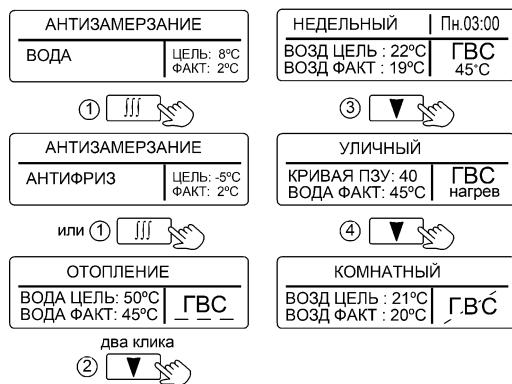
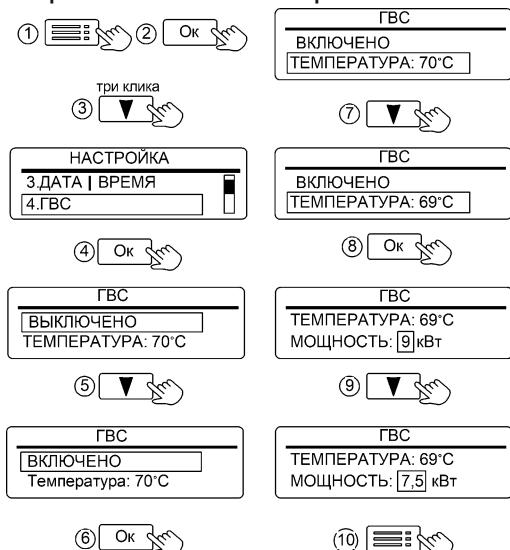
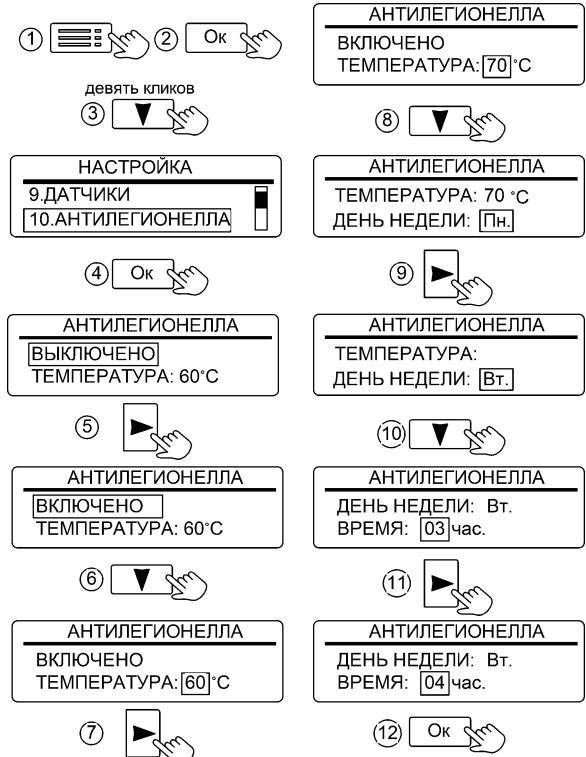

Рисунок 5. Режимы работы прибора
Рисунок 12. Настройка режима «ГВС»
Рисунок 14. Настройка времени включения режима «АНТИЛЕГИОНЕЛЛА»
**2 - Отображение состояния режима «ГВС» (см. рис. 5):**
Вид отображения режимов работы на дисплее приведён на рис.5.
Активация режима «ГВС» и настройка температуры горячей воды показана на рис. 12. Начальная заводская настройка температуры горячей воды - 70°C. При активированном режиме отображается как «ГВС» (см. рис. 5), при выключенном режиме, неисправном или отключённом датчике отображается как ГВС. В подменю «ГВС» предусмотрена настройка ограничения мощности ТЭН. Данную настройку рекомендуется применять при неисправности "ПЕРЕГРЕВ КОТЛА" возникающей во время нагрева воды в бойлере косвенного нагрева.
В любой воде существует возможность развития бактерий легионеллы. Чтобы исключить угрозу отравления водой, получаемой из косвенного водонагревателя, прибор имеет режим «АНТИЛЕГИОНЕЛЛА». Режим автоматически активируется при подключении NTC-датчика температуры к плате контроллера и включения режима «ГВС» (см. рис. 12). При отключении NTC-датчика – режим деактивируется и меню «АНТИЛЕГИОНЕЛЛА» (см. рис. 14) не доступно для Пользователя. Если режим активирован - каждую неделю, в установленное время выполняется нагрев воды в косвенном водонагревателе до значения 60°C, температура поддерживается в течение десяти минут. Во время нагрева вместо надписи «ГВС» отображается значок «» (см. рис. 13).
Заводская настройка времени включения нагрева – Понедельник, 03:00. Имеется возможность изменения времени включения (см. рис.14).
Перед активацией режимов «АНТИЛЕГИОНЕЛЛА» и «ГВС» рекомендуем уточнить максимально-допустимую температуру нагрева воды в бойлере. Для предотвращения риска причинения вреда здоровью и поломки оборудования, значения температурных уставок в режимах «ГВС» и «АНТИЛЕГИОНЕЛЛА» должны быть меньше максимально-допустимой температуры нагрева воды в бойлере. При необходимости уменьшите значения уставок (см. рис. 12, см. рис. 14).
**11.1.4 «4.ГВС»** - установка состояния режима «ВКЛЮЧЕНО / ВЫКЛЮЧЕНО». Индикация «ВКЛЮЧЕНО» означает разрешение на работу режима ГВС. Индикация «ВЫКЛЮЧЕНО» запрещает работу режима «ГВС» (см. рис. 12).